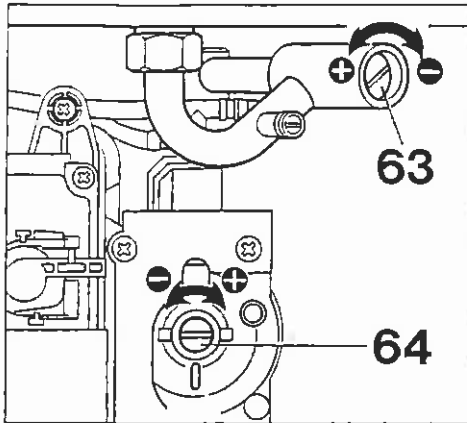

Fig. 31
Kun hvis CO₂ % ligger udenfor tolerancen, er det nødvendigt med en ændring på indstillingsskruen for max. gasmængde (63). Se fig. 31.
Kun hvis CO₂ % ligger udenfor tolerancen, er det nødvendigt med en ændring på indstillingsskruen for min. gasmængde (64). Se fig. 31.
- Drej driftomskifter (49) til stilling „max“.
- Sæt driftomskifter (49) i stilling („drift“) ➡.